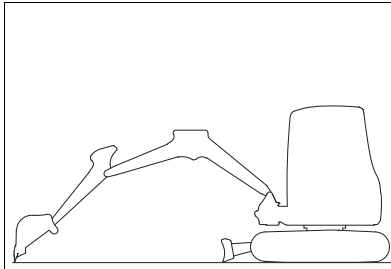

Fig. 318
2. Allineare il sistema del braccio centralmente in avanti (*Fig. 318*).